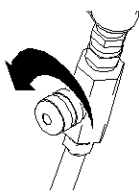

Abb. 16
18. Die Pistole abziehen und langsam den Luftdruck erhöhen (Abb. 16), um das Material aus den Pistolenluftkanälen herauszublasen.